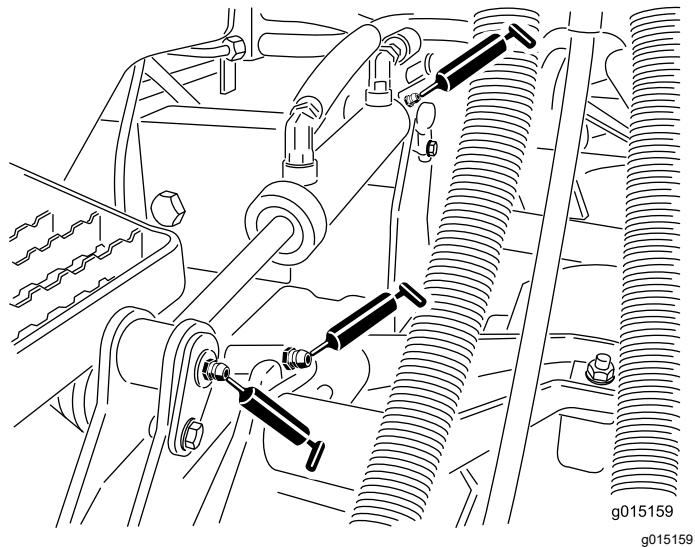

图 44
- 提升臂轴套每个滚刀组 1 个 (图 44)
- 提升油缸轴套每个滚刀组 2 个 (图 44)